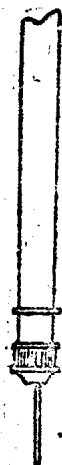

图 21
4. 点綫笔：在制图仪器的盒子里，有的虽然也有点綫笔，但画起弯曲的点綫来多不大好用。一般都用繪图笔尖来点，但笔尖点出来的点不容易均匀、圆滑。所以許多制图人員常自己制作点綫笔来用。比較簡便的是用注射用的針头，将針头尖磨平，后面接上玻璃管或者橡皮管装墨，就成了点綫笔（如图21）。它点出的点子很圆，并且点
用的針头，将針头尖磨平，后面接上玻璃管或者橡皮管装墨，就成了点綫笔（如图21）。它点出的点子很圆，并且点